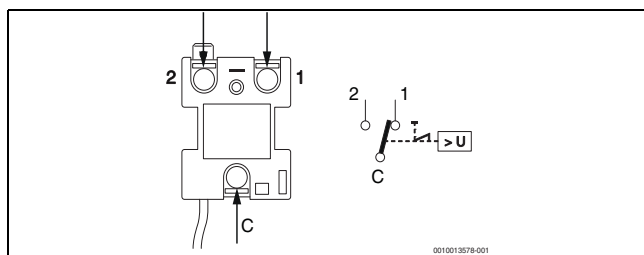

Bild 3 Anschließen des Sicherheitstemperaturbegrenzers
- ▶ Die Drähte des Thermostats auf den neuen Thermostat umstecken (→ Abb. 3)